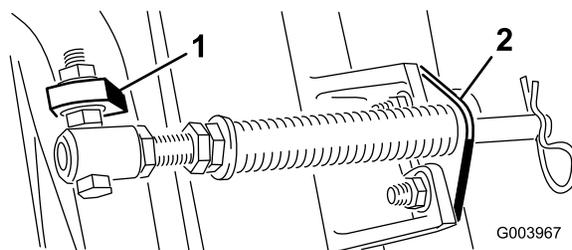

Рисунок 6
стороны выступа, как показано на **Рисунок 6**.
D. Присоедините кронштейн штока к выступам режущих блоков с помощью каретных болтов и гаек (**Рисунок 6**).